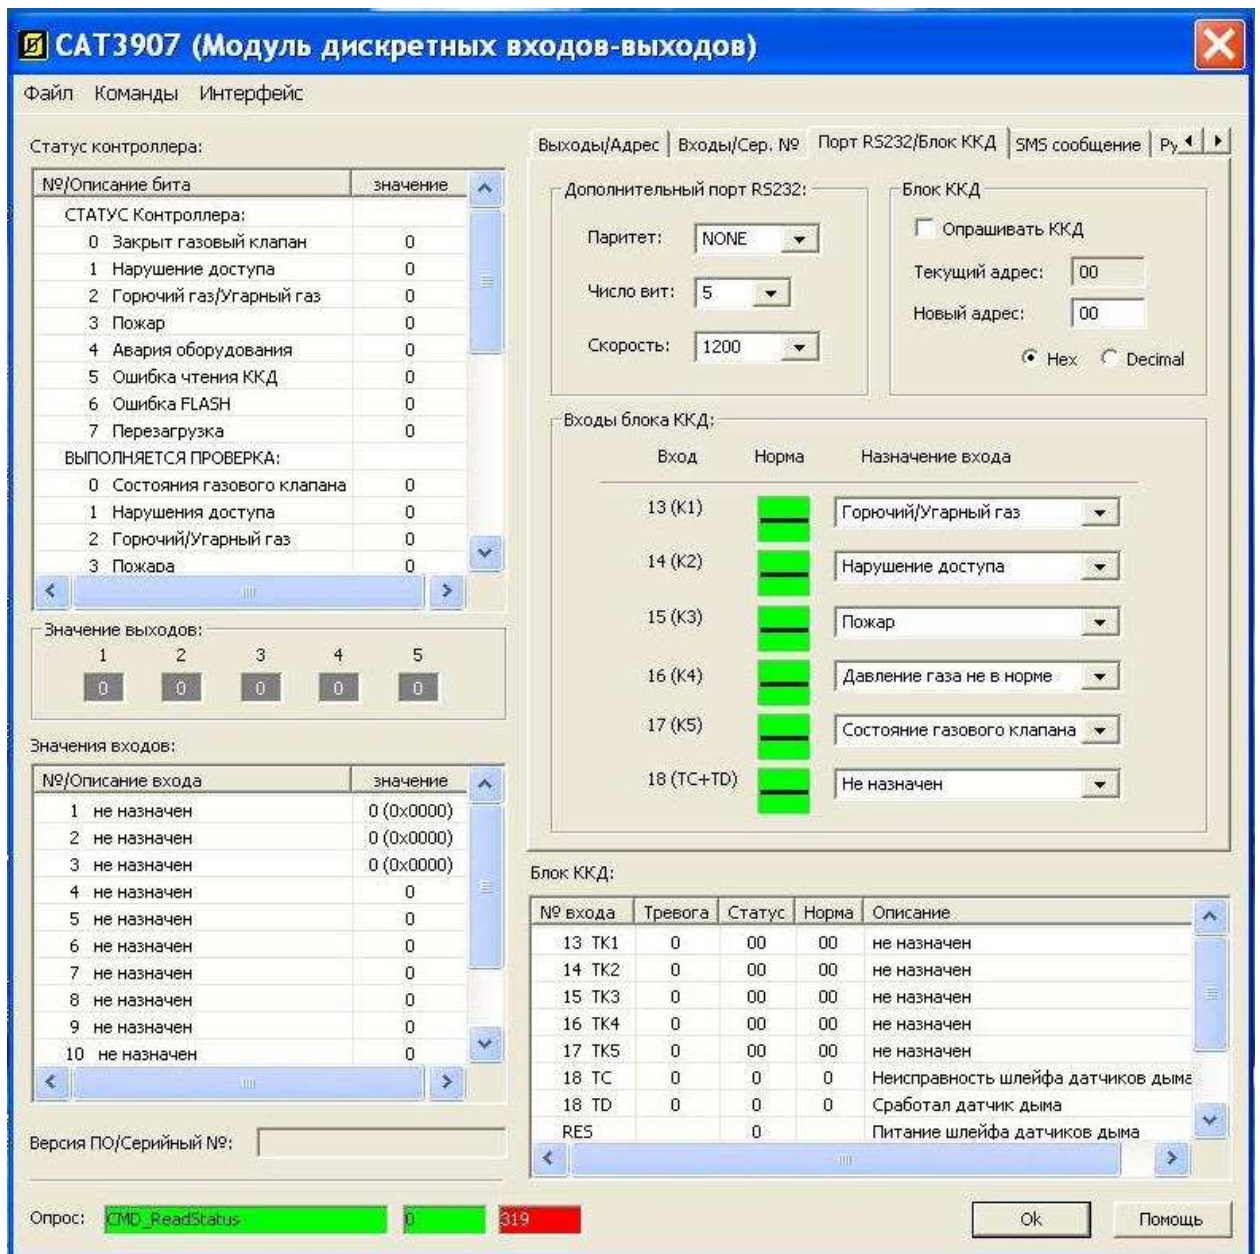

Рисунок 12
Вкладка **Порт RS232/Блок ККД** (рисунок 12) предназначена для настройки работы с концентратором ККД.
- 4) Кратковременно замкнуть накоротко выводы X7.3 и X7.8 (датчик 1) канала дискретных входов ID1. Проверить отображение состояния канала ID1 в таблице **Значение входов** в левой части экрана, в первой строке № 1 (рисунок 12). Значение канала должно поменяться с **0/1** на **1/0**.